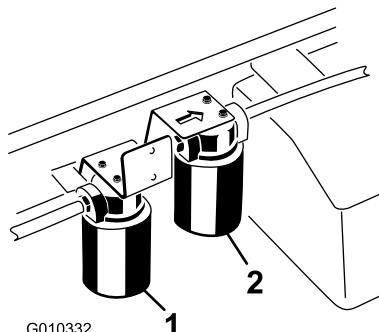

图68
3. 在过滤器下面放置一个放油盘并拆下过滤器 **图68**。
1. 清洁高流量过滤器安装区周围的区域 图68。